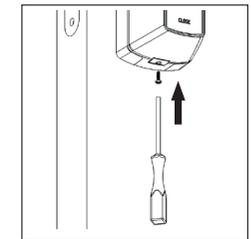

Abb. 8
- 6 Verschrauben Sie Rückenschale und Motoreinheit mit Befestigungsschraube (Abb. 8).